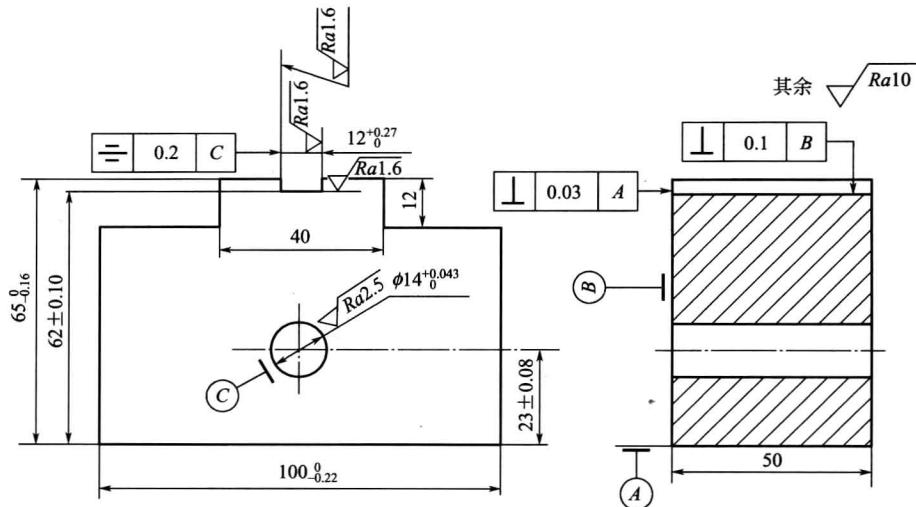
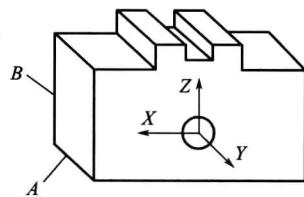
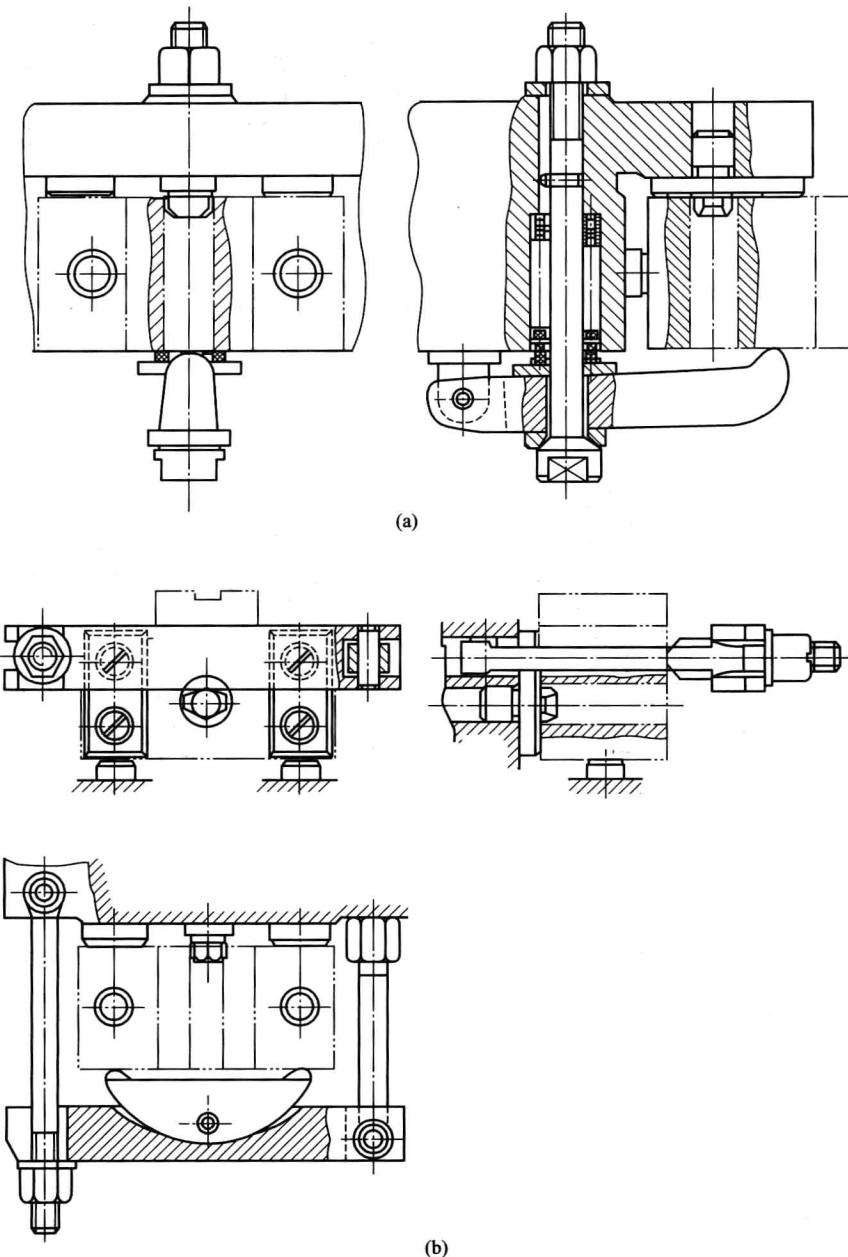
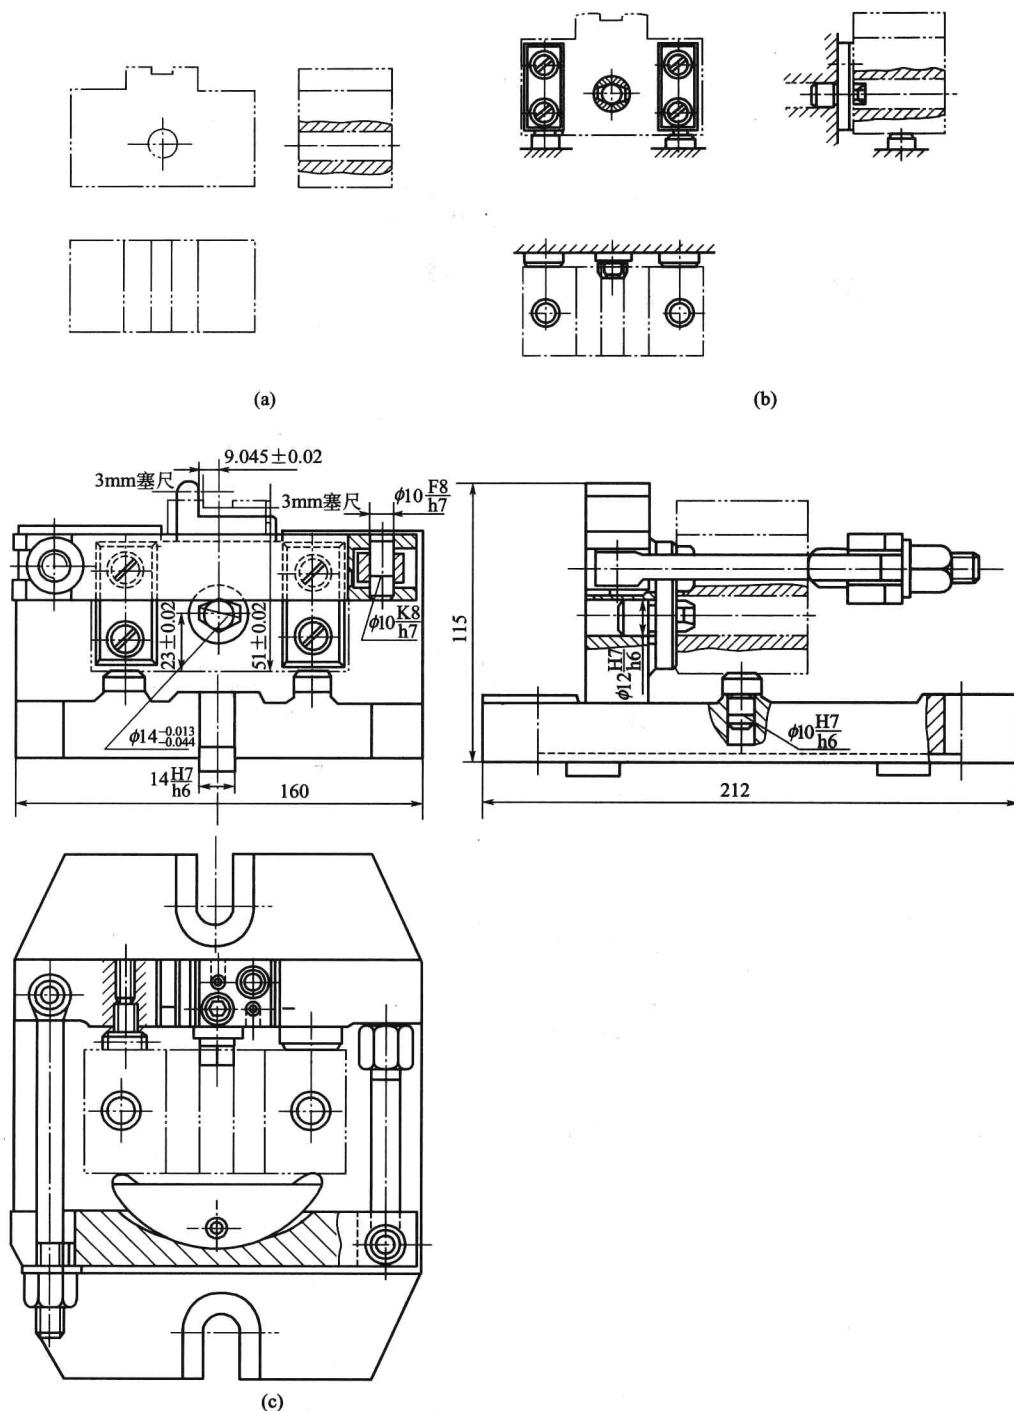

图 0-1 块状零件图
图 0-2 块状工件的坐标系
图 0-5 夹紧装置的两种结构方案
图 0-6 块状零件机床夹具总装图
请看图 0-1~图 0-5 以及表 0-1，思考并回答以下问题。
1. 图 0-1~图 0-5 与表 0-1 之间有什么关系？
3. 图 0-1 和图 0-2 的关系是什么？
4. 根据表 0-1，分析图 0-1~图 0-5 与图 0-6 的关系是什么？
5. 在实际生产中，是否一个工序中所需的定位与夹紧都必须按照表 0-1 的要求，按照图 0-1~图 0-5 顺序设计本工序的定位与夹紧方案及其元件？